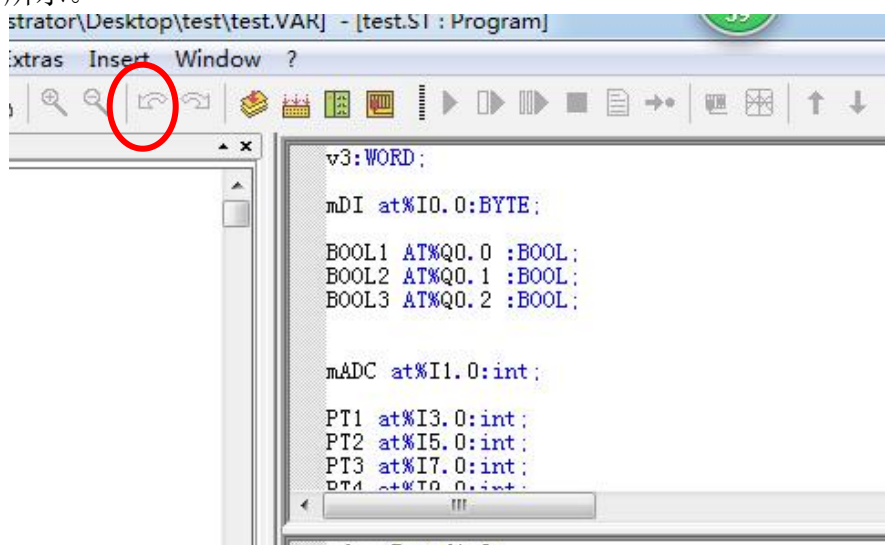

图 6.13 点击 Build Active Resource 按钮
1、完成程序编写后需点击 Build Active Resource（生成当前资源）按钮，如图 6.13 所示。